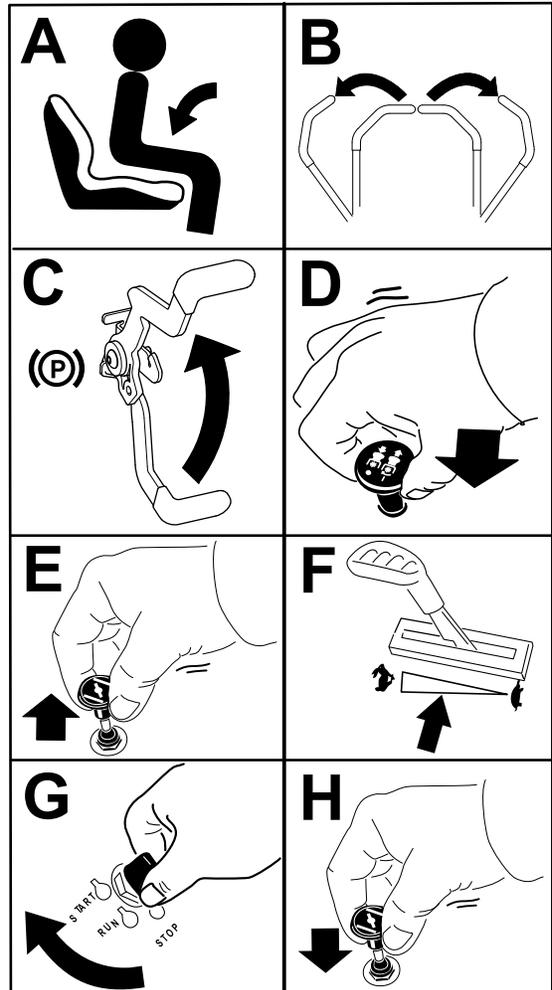

Figure 23
1. Désengagez les lames en plaçant la commande des lames en position DÉSENGAGÉE (Figure 23).